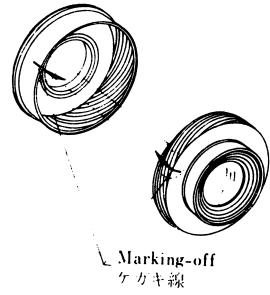

Fig. 25
2. Place the front lens block in the position (Fig.25) noted during disassembly, and fasten it with three 9107 and three 2130. Take care that the screws are uniformly fastened.
2. 前玉ブロックを取外し時に確認しておいた位置 (Fig. 25) に9107 3本，2130 3個で固定する。ビスを締める時は均等に締めるように注意する。